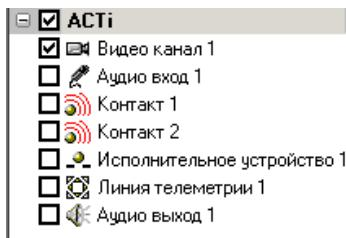

Рис. 3.2—6 Список объектов, поддерживаемых IP-устройством
- 7.1. Раскрыть список объектов, поддерживаемых IP-устройством, нажав кнопку (Рис. 3.2—6).